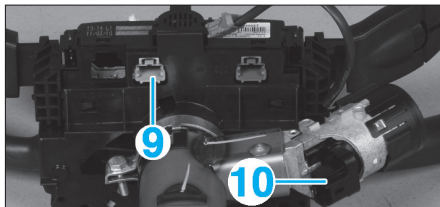

FIG. 10
• Débrancher les connecteurs (9) et (10) du module de commande sous volant (Fig.10).